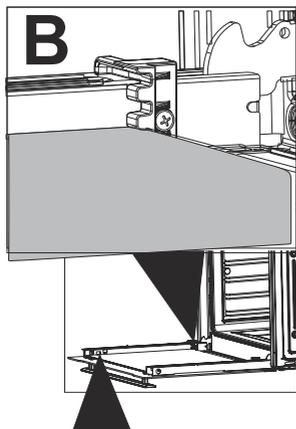

Fig. 39
*La linguetta del supporto in cui è installato il vetro intermedio del forno deve essere come mostrato in (Fig. 39).*